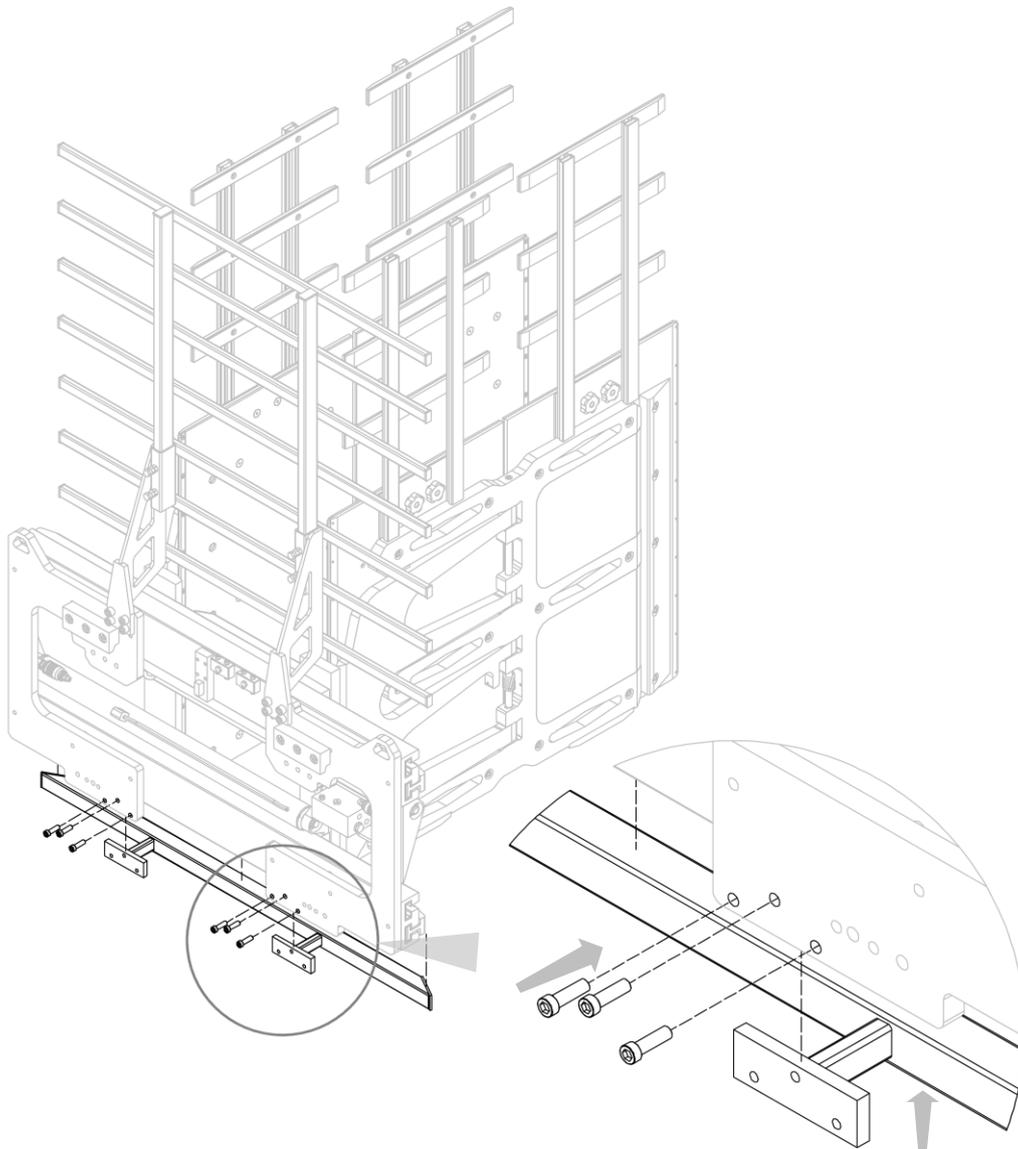

Abbildung 45
3. Schrauben Sie den unteren Lastschieber an (siehe *Abbildung 45*).